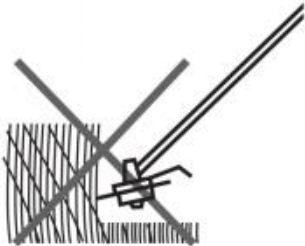

Fig. 46
7. Recorte el césped más largo por etapas; no corte el césped largo de un solo corte (Fig. 46).